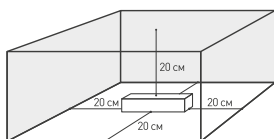

Рис. 1. Свободное пространство вокруг источника
- 4.3. Для естественной вентиляции обеспечьте свободное пространство вокруг источника питания не менее 20 см, как изображено на рис. 1. При невозможности обеспечить свободное пространство используйте принудительную вентиляцию.